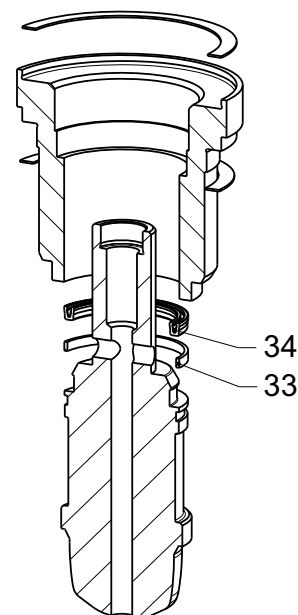

Bild 18: Druckentlastungskegel mit PTFE-V-Ring
- Neue Kolbendichtung (Pos. 34) einsetzen, dabei auf richtige Einbaulage achten (siehe Bild 18).